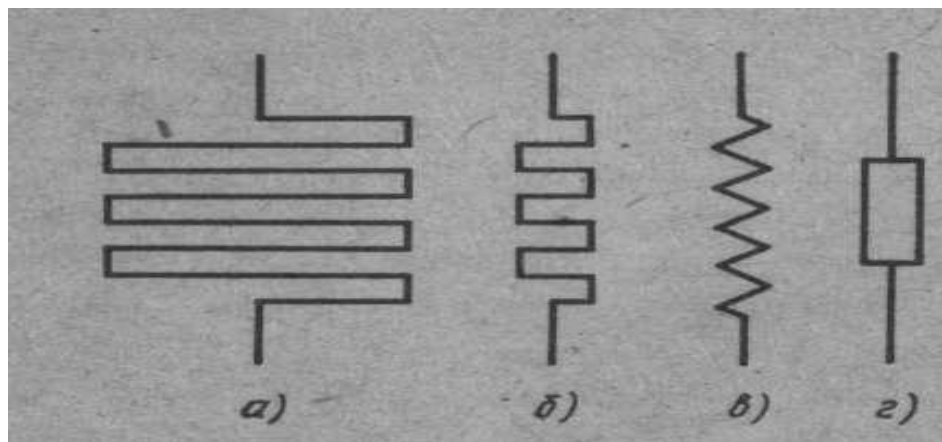

Рис. 1. Постоянные резисторы и их обозначение.
- Вначале резисторы изображали на схемах в виде ломаной линии — меандра (рис. 1,а, б), которая обозначала высокоомный прокол, намотанный на изоляционный каркас. По мере усложнения радиоприборов число резисторов в них увеличивалось, и, чтобы облегчить начертание, их стали изображать на схемах в виде зубчатой линии (рис. 1,в).
- На смену этому символу пришел символ в виде прямоугольника (рис. 1,г), который стали применять для обозначения любого резистора, независимо от его конструкции и особенностей.